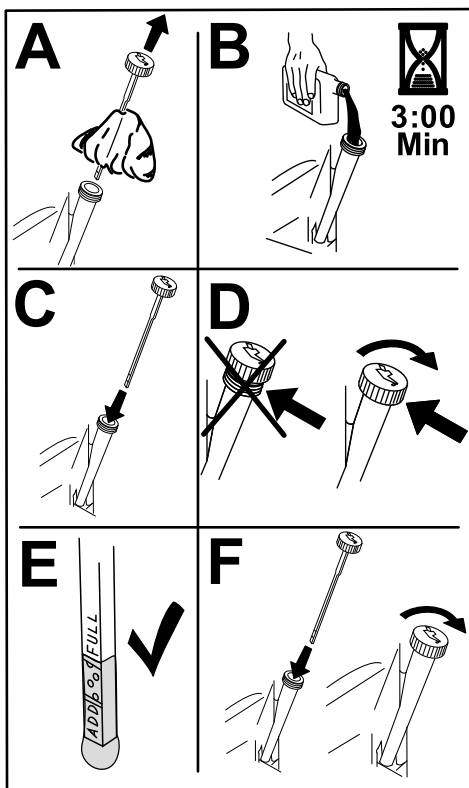

Figure 44
6. Versez lentement environ 80 % de l'huile spécifiée dans le tube de remplissage, puis faites l'appoint lentement pour faire monter le niveau jusqu'au repère maximum (**Full**) (Figure 44).